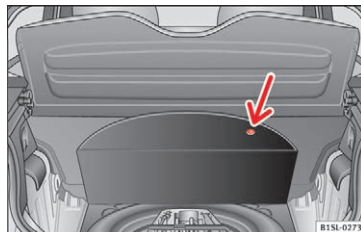

Fig. 77 I bagagerummet: bundplade, der er vipet op
Bilens værktøj, reservehjulet, nødhjulet og havarisættet er placeret i bagagerummet under bundbeklædningen » Fig. 77.
- Løft bundbeklædningen ved udskæringen (pil) » Fig. 77.